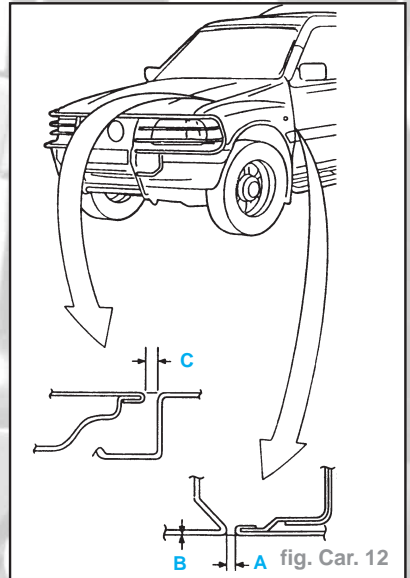

fig. Car. 12
- Mesures d'écartement aile (fig. Car. 12) :